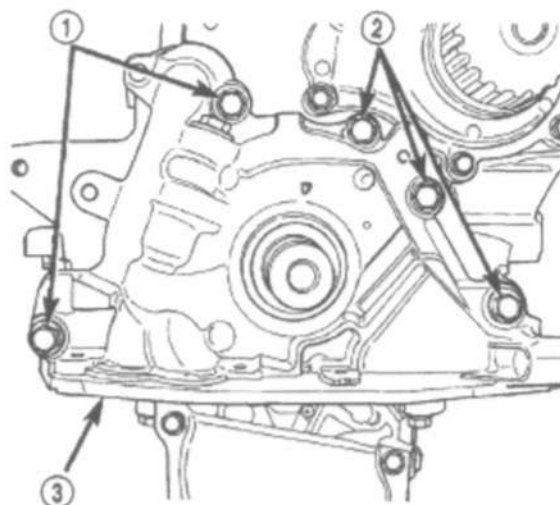

Рис. 84 Масляный насос
- (7) Снять маслоприемный патрубок.
- (8) Снять масляный насос (Рис.84) и переднее уплотнение коленчатого вала.